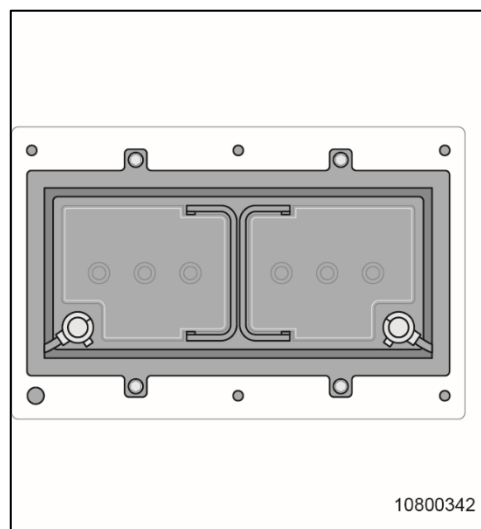

Fig. 208 Batterie du véhicule
3. Remplacer la batterie du véhicule (Fig. 208).